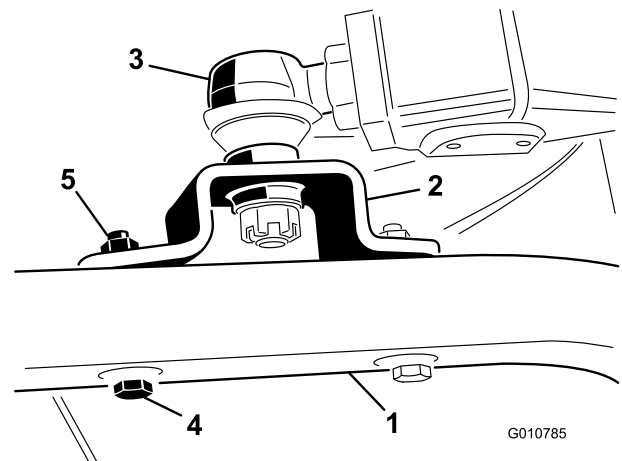

Bild 6
4. Befestigen Sie die Kugellagerbefestigungen mit zwei Kopfschrauben (7/16 x 3 Zoll) und Bundmuttern (7/16 Zoll) an jedem Laufradarm (Bild 6).
5. Ziehen Sie die Klemmmutter fest, mit der das Kugellager am Hubarm befestigt ist (Bild 6).